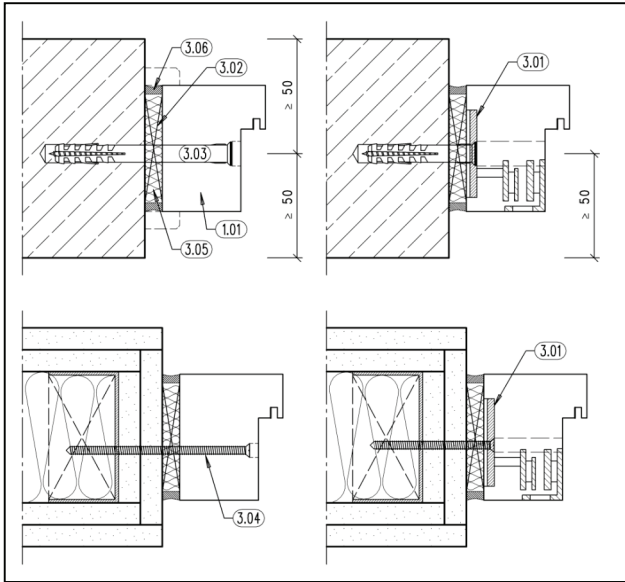
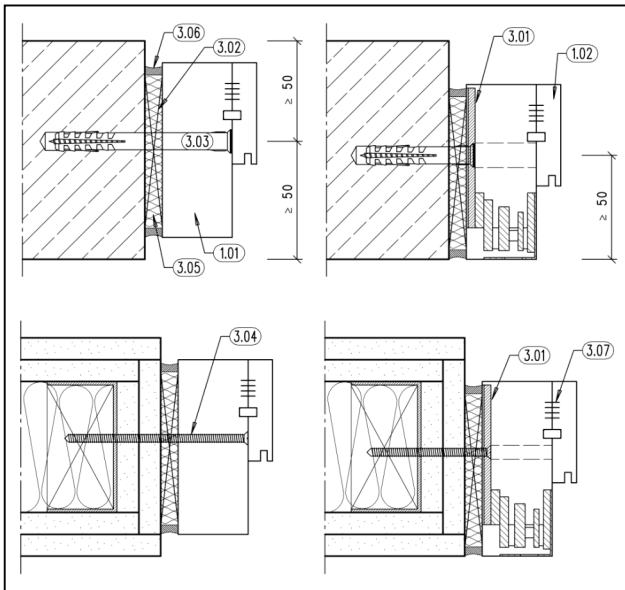

Abb. 2.3
Abb. 2.4 (T 90 - Blockrahmen)
(Abb. 2.3 und Abb. 2.4)
- Bei T 90 - Blockrahmen Anschlagleiste (1.02) mit PU-Kleber (3.07) auf den Blockrahmen aufleimen und ausspreizen. (Abb. 2.4)